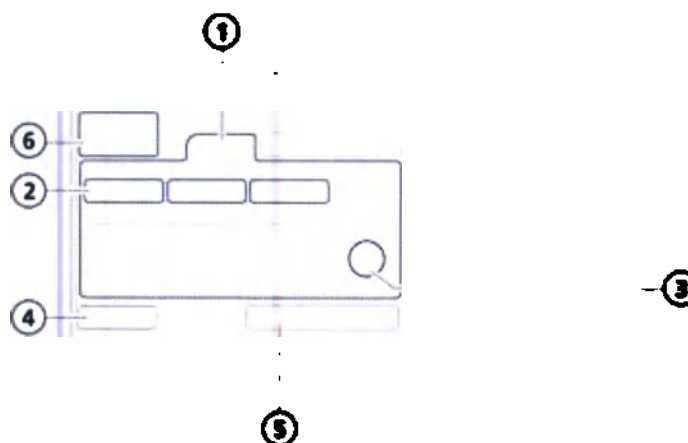

Рисунок 6-2. Группа пациентов «Младенец»
1. В окне «Режим Ожидания» перейдите на вкладку «Младенец». См. рис. 6-2.
На рис. 6-2 они обозначены как «Младенец 1», «Младенец 2» и «Младенец 3» (в ходе настройки названия кнопок можно изменить). Эти настройки устанавливаются в конфигурации (раздел G.6). С помощью функций быстрой настройки можно указать параметры по умолчанию, в том числе применяемый режим вентиляции.